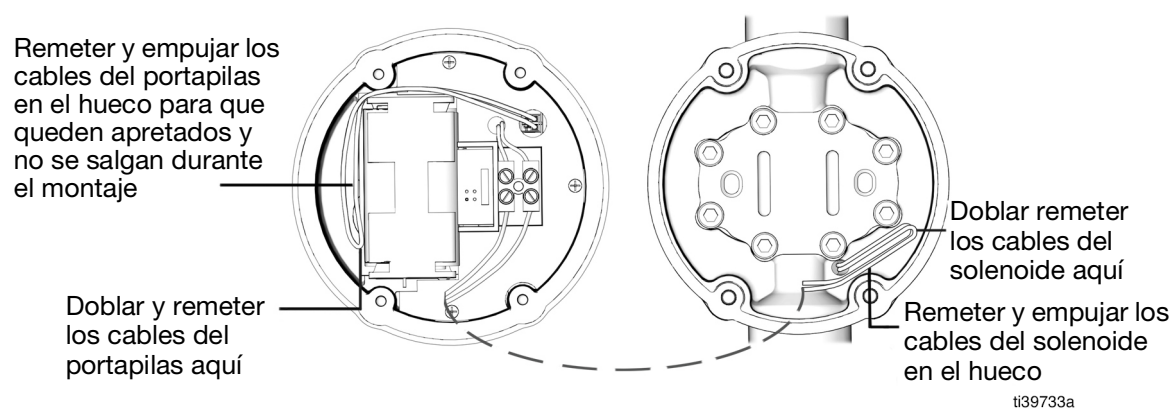

FIG. 9
NOTA: Los números de referencia utilizados en las siguientes instrucciones son los mostrados en la FIG. 8 y la FIG. 9.
2. Retire la protección contra impactos (37).
3. Quite los cuatro (4) tornillos (9) del alojamiento del medidor (10), y retire el engaste electrónico (1).
4. Localice el conjunto de pilas y retire las pilas (36).
6. Inserte las pilas nuevas (36) como se indica en el portapilas (posiciones negativa y positiva). Presione hacia abajo con firmeza.
8. Coloque los cables como se muestra en la FIG. 9, de modo que queden pellizcados al mínimo entre el alojamiento del medidor y el alojamiento del engaste.
9. Inspeccione la junta (2) por si hubiera desperfectos. Sustitúyala en caso necesario.
10. Coloque el engaste electrónico (1) en el alojamiento del medidor (10).
11. Vuelva a poner los cuatro (4) tornillos (9), apretando los tornillos en diagonal a 1,7 - 2,8 N•m (15 - 25 lb-pulg.).